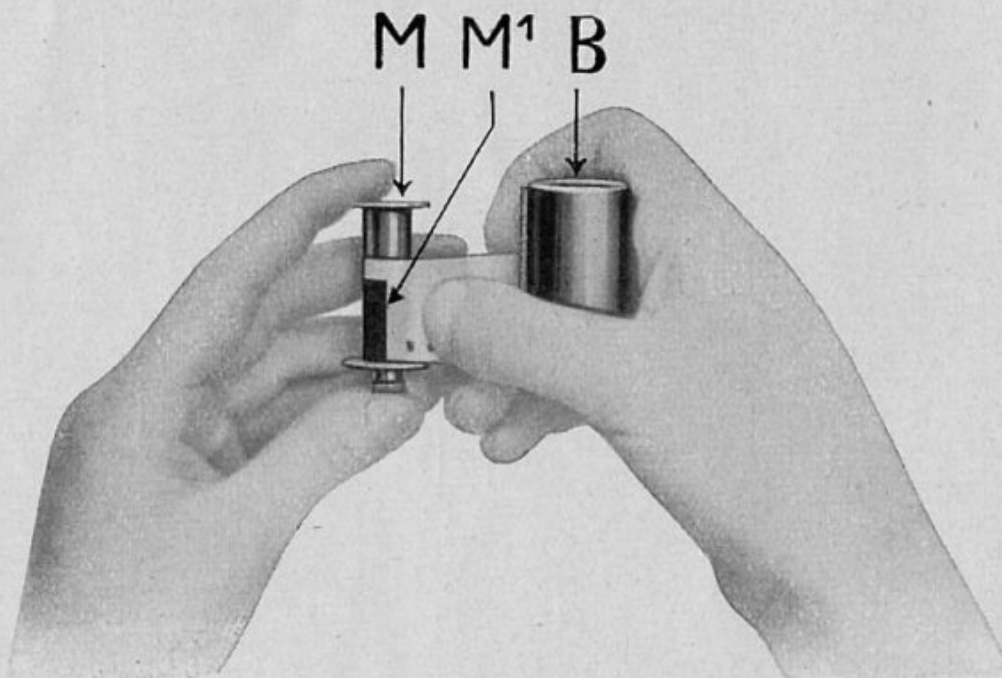

Figure 19
4. Après avoir pris dans la main gauche la bobine réceptrice **M** et dans la main droite le chargeur garni, comme on le voit sur la figure 19, pincer solidement l'amorce du film (**côté émulsion en dehors**) sous le ressort **M¹** de la contre-bobine (le bord perforé du film doit être **tout contre** la joue de la bobine, côté de la tête moletée); ne pas enrouler le film. Il faut veiller tout spécialement à ce que le biseau du film commence **tout près** de la fente du chargeur. Près des lèvres de cette même fente se trouve gravé un trait courbe qui doit être exactement couvert par le biseau du film.